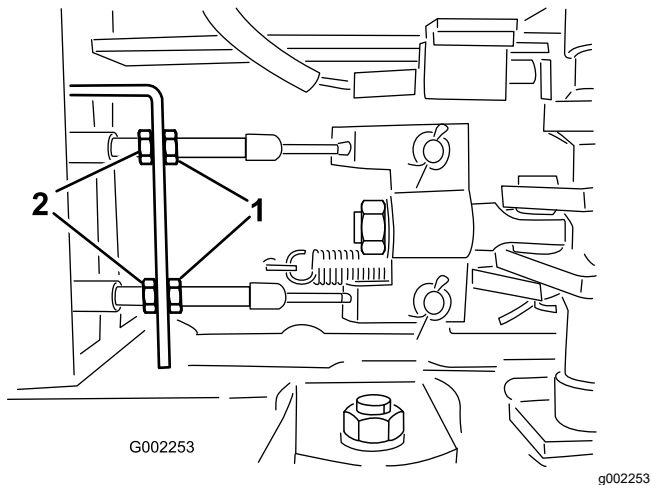

Figura 137
5. Desserrez les écrous de blocage avant sur les câbles de frein, sous l'extrémité avant du pulvérisateur (Figura 137).
6. Serrez les écrous de blocage arrière uniformément jusqu'à ce que la pédale s'enfonce de 1 à 2 cm avant que vous sentiez une résistance (Figura 137).